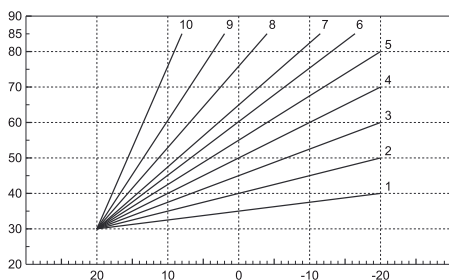

fig. 24 - Curve di compensazione
- **Curve:** selezionare questa voce e agire sui tasti "+" e "-" lato sanitario ( ) per regolare la curva desiderata da 1 a 10. Regolando la curva a 0, la regolazione a temperatura scorrevole risulta disabilitata (vedi fig. 24 - Curve di compensazione).